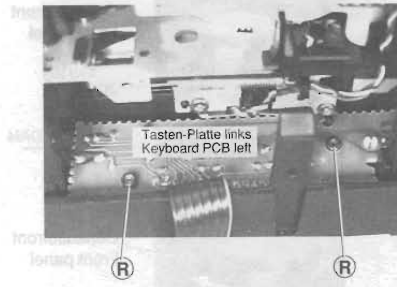

Fig. 23
**20. Tastenplatte (links) ausbauen (Fig. 23)**
- 2 Schrauben (R) lösen.
**20. Removing the Keyboard PCB (left) (Fig. 23)**
- Undo 2 screws (R).